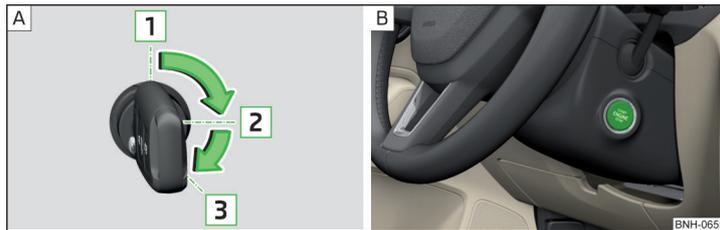

Abb. 98 Positionen des Fahrzeugschlüssels im Zündschloss / Starterknopf
Positionen des Fahrzeugschlüssels im Zündschloss » Abb. 98 - **A**
- › Den Knopf drücken » Abb. 98 - **B**, die Zündung wird ein-/ausgeschaltet.
- › Bei Fahrzeugen mit **Zündschloss** den Schlüssel in die Position **3** drehen » Abb. 98 auf Seite 88 - **A**, es erfolgt der Startvorgang. Dann den Schlüssel loslassen, der Motor springt automatisch an.
- › Bei Fahrzeugen mit **Starterknopf** den Knopf kurz drücken » Abb. 98 auf Seite 88 - **B**, der Motor springt automatisch an.
- › Bei Fahrzeugen mit **Zündschloss** den Schlüssel in die Position **1** drehen » Abb. 98 auf Seite 88 - **A**.
- › Bei Fahrzeugen mit **Starterknopf** den Knopf drücken » Abb. 98 auf Seite 88 - **B**, der Motor und die Zündung werden gleichzeitig ausgeschaltet.
➤ Den Knopf gedrückt halten » Abb. 98 auf Seite 88 -  oder zweimal innerhalb von 1 Sekunde drücken.